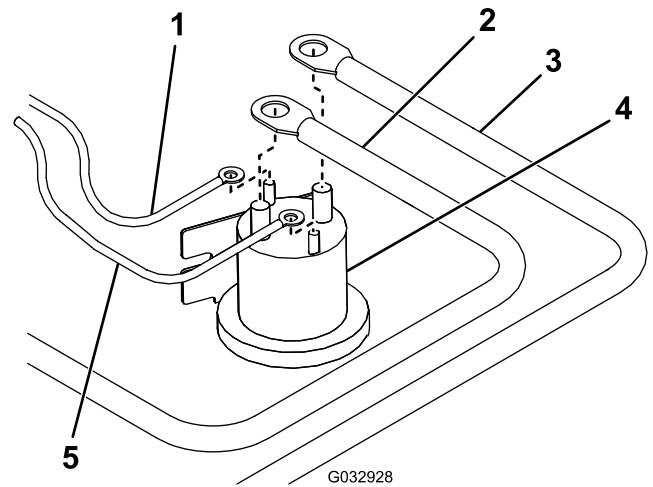

Figura 19
18. Conecte el cable blanco/negro del arnés de cables al borne pequeño del solenoide de la bomba (Figura 19).
19. Conecte el cable marrón del arnés de cables al otro borne pequeño del solenoide de la bomba (Figura 19).
21. Conecte el cable rojo de corriente/masa al borne grande del solenoide de bomba (Figura 19).
22. Conecte el cable de la batería al otro borne grande del solenoide de la bomba (Figura 19).